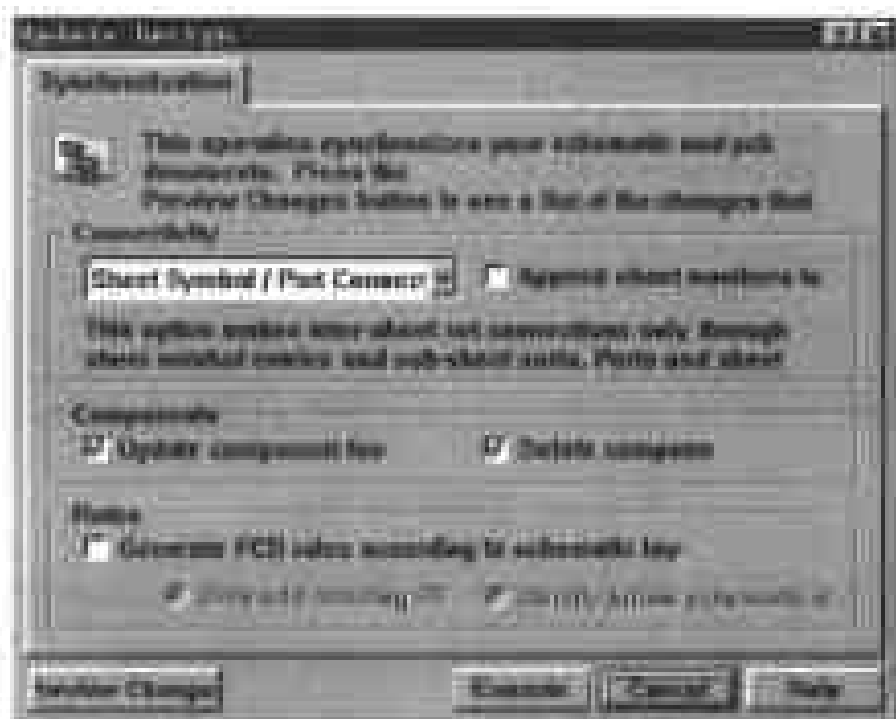
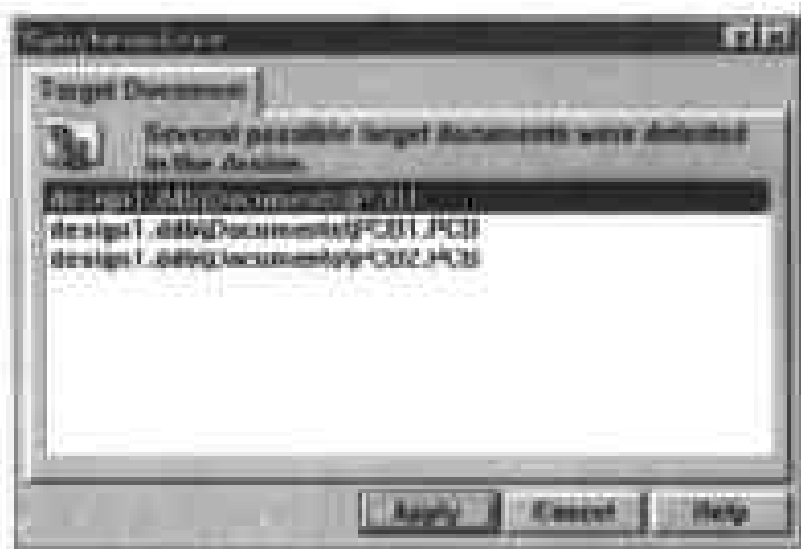

图 8-23 Update Design 对话框
图 8-24 指定目标文件的对话框
(1) 打开原理图文件,在原理图编辑器的界面中选择 Design > Update PCB, Protel 99 会自动生成一个 PCB 文件,并切换到 PCB 编辑器中,然后弹出如图 8-23 所示的对话框。
注意: 如果在原理图文件所在的项目数据库文件中已经存在两个或者两个以上的 PCB 文件,选择 Design > Update PCB 之后,会弹出如图 8-24 所示的对话框。在该对话框中单击要导入网络表和元件的目标文件,单击对话框底部的 Apply 命令按钮,即可弹出如图 8-23 所示的对话框。